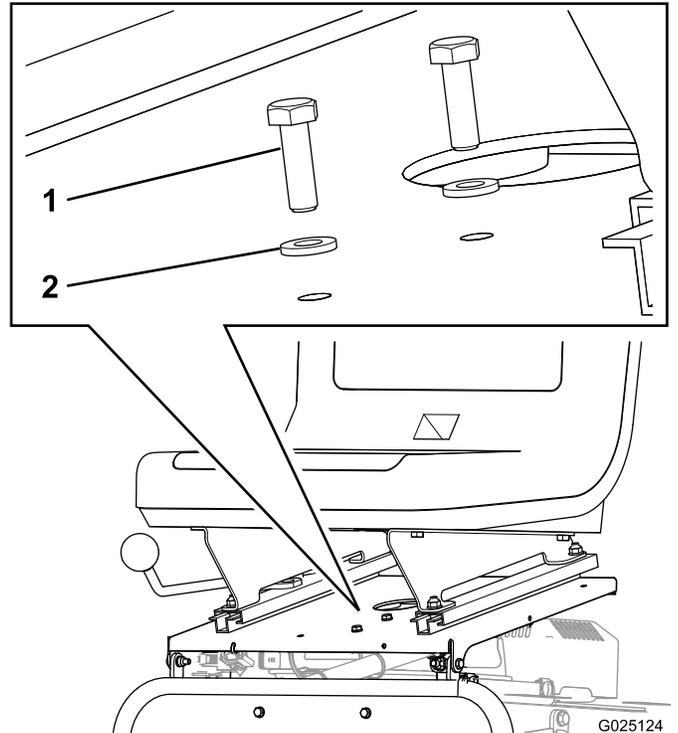

Bild 6
2. Setzen Sie die 2 Schrauben (M6 x 20 mm) mit 2 Scheiben (M6) in die Bohrungen auf der Oberseite der Sitzpfanne ein (Bild 6).